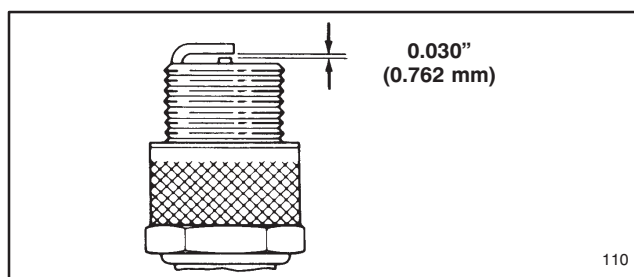

Figure 12
4. Régler l'écartement entre l'électrode centrale et l'électrode latérale à 0,762 mm (Fig. 12). Remonter la bougie correctement réglée et pourvue d'un joint d'étanchéité, et la serrer à 20,4 Nm, ou la serrer solidement si l'on ne se sert pas d'une clé dynamométrique.